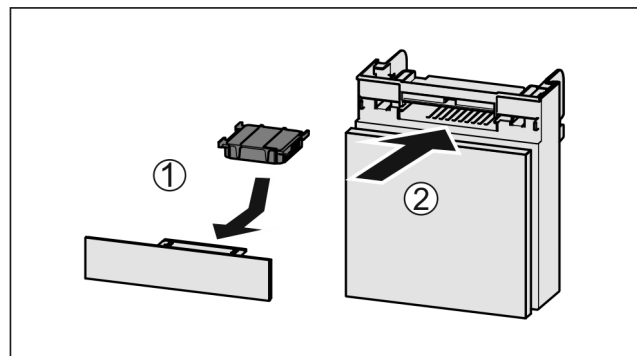

Fig. 137
- Aseta aktiivihiilisuodatin kuvan mukaisesti paikoilleen Fig. 137 (1).
- Työnnä lokero kiinni Fig. 137 (2).